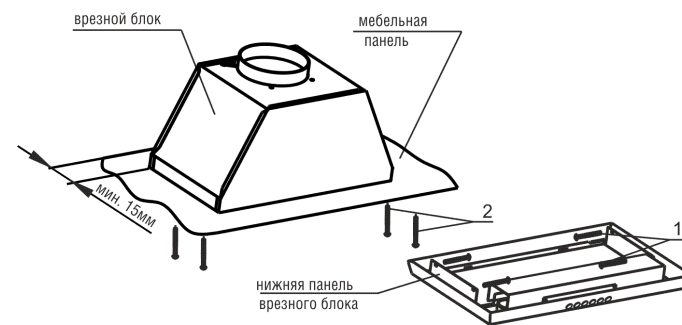

рис. 5
- Установите блок в панель мебели и закрепите его винтами 2 (рис. 5).
- Установите нижнюю панель блока на место, закрепив винтами 1 (рис. 5).